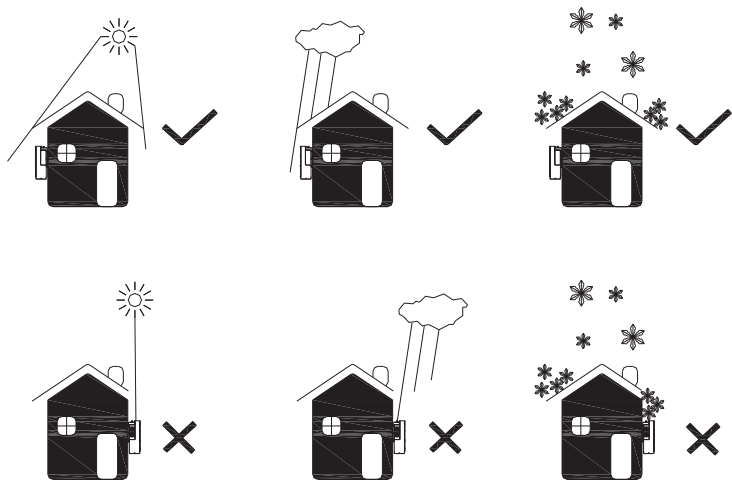

图3-6
A. 虽然逆变器为IP65等级，安装时请珍惜逆变器，尽量避免日晒，雨打，雪压下长时间工作，如下图3-6安装环境可做参考。